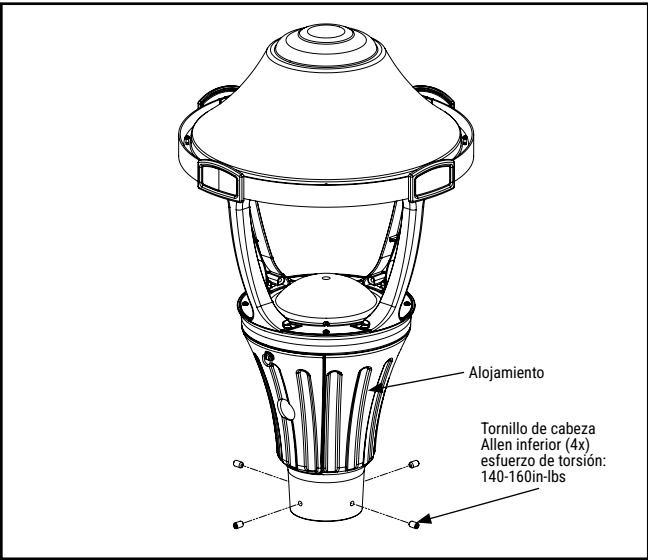

Figura 3.
- 11. Apriete los cuatro tornillos Allen a 140-160 in-lbs. (Figura 3).